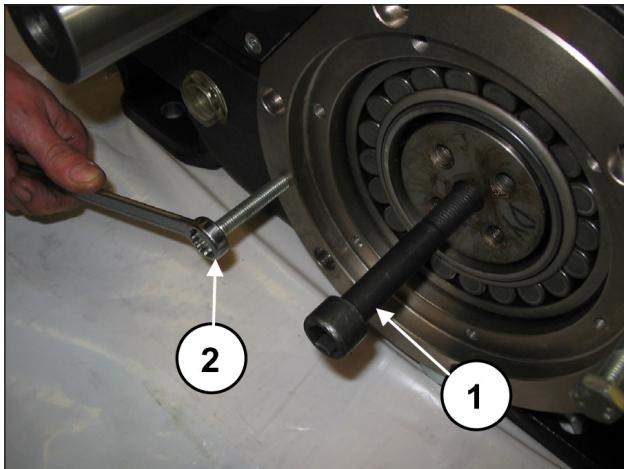
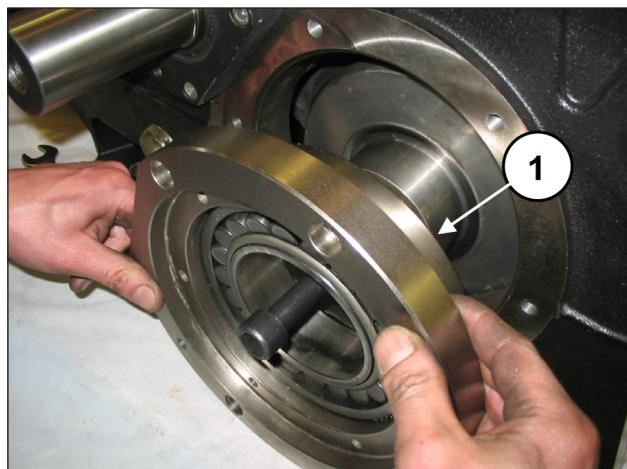

图 23
图 24
将一个M16的螺纹销钉连接到曲轴的一端（位置①，图 23），并在举起曲轴的同时，将轴承盖连同轴承和O型圈（位置①，图 24）一并拆下。为了便于拆卸，可使用2个螺柱和M10螺栓（位置② - 图 23）作为提取器。